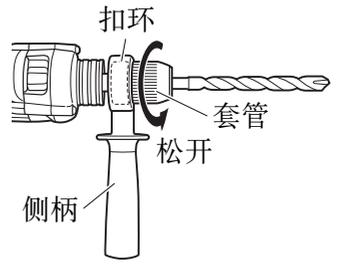

图 4
- (3) 牢牢抓住扣环并按逆时针方向旋转套管将钻头拆下。
- (4) 当套管变得不再松动时，把侧柄固定到扣环上，紧握侧柄，然后用手旋转套管直到松开。(图 4)